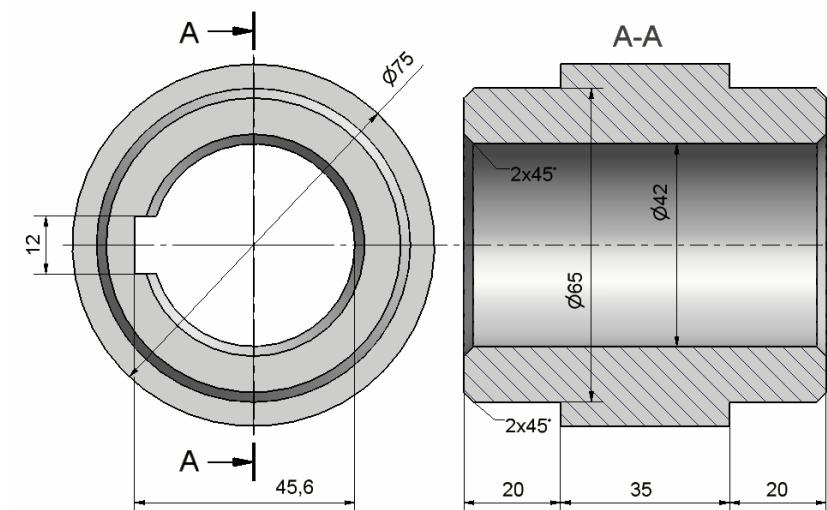

Figura 3.3.1.
Dimensiunile butucului sunt prezentate în figura 3.3.1.
a.3.) 3D – Realizare teșituri $2 \times 45^\circ$ la cele patru muchii, figura 3.3.1